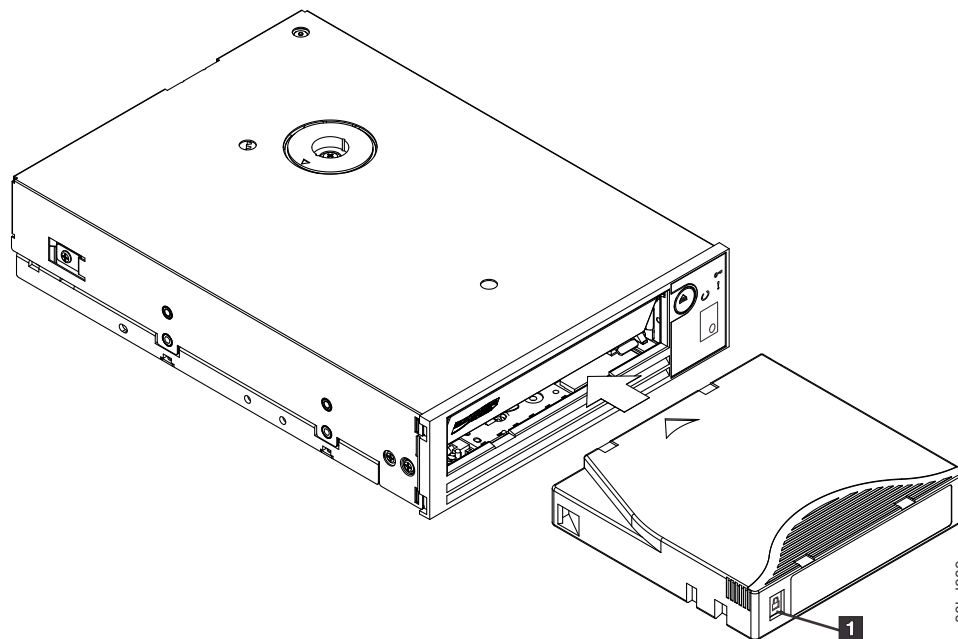

Abbildung 19. Kassette einlegen
4. Schieben Sie die Kassette in den Kassettenladeschacht (siehe Abb. 19 auf Seite 22). Das Bandlaufwerk lädt die Kassette automatisch.